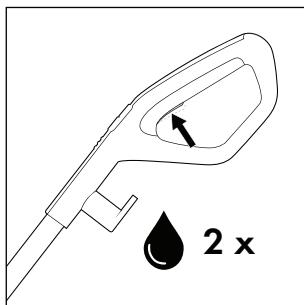

Rys. 12
- ◆ Odwin kabel zasilający ❷ całkowicie z uchwytów kabla górnego i dolnego ❶/❽. Aby szybko odwinąć kabel zasilający ❷ z uchwytów kabla ❶/❽, wyciągnij nieco górny uchwyt kabla ❶ i obróć go w dół (patrz rys. 12).